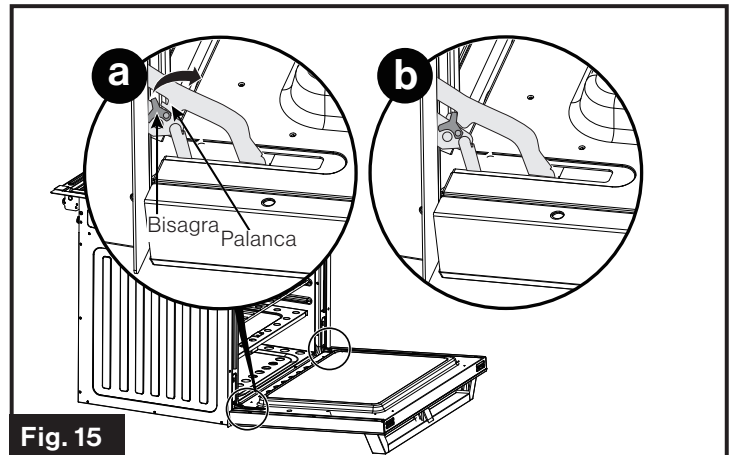

Fig. 15
3. Rote las bisagras (una de cada lado) hacia usted hasta enganchar la palanca. (Fig. 15)